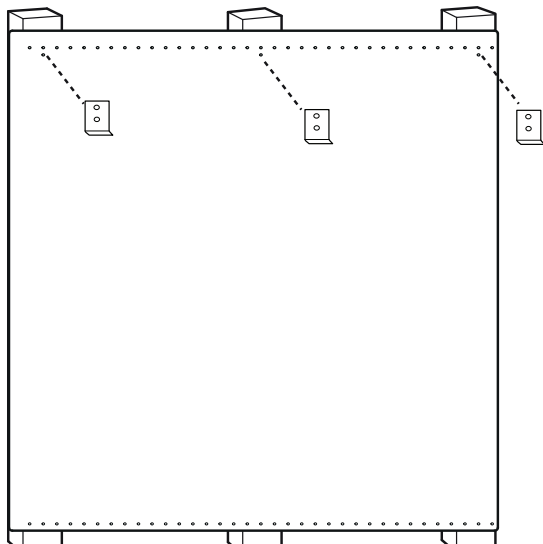

Figura 12: Consola trasera de protección con estante guardacaliente
3. En el lugar indicado en la *Figura 12*, fije los soportes inferiores proporcionados con el estante guardacaliente a través de la consola trasera de protección en los travesaños de pared.